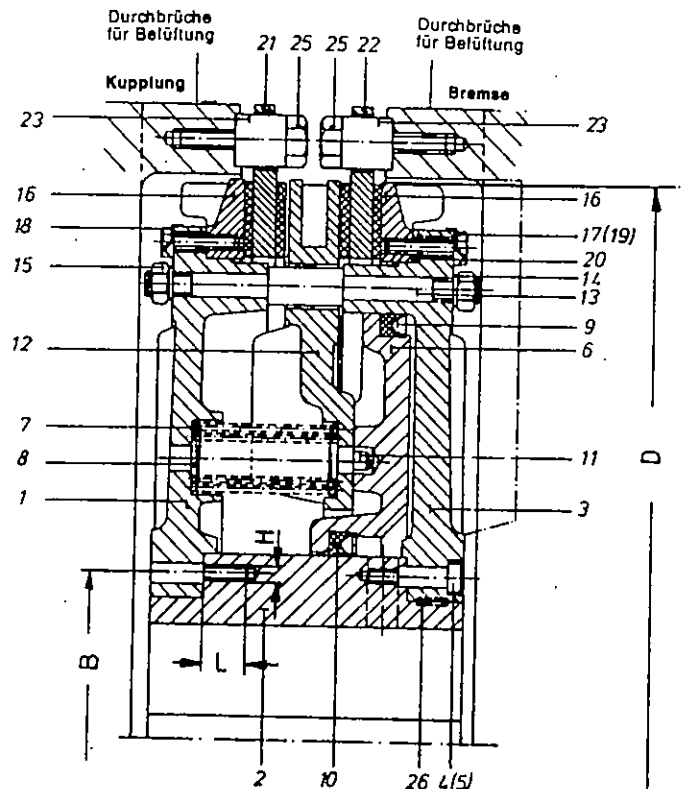

Abb. 1: Zwölfpunktbefestigung der Lamellen
2.1 Zwölfpunktbefestigung der Lamellen (Abb. 1) Baureihe 0-400-.49
a) **Bremslamelle (22):** Kupplung mit Luft beaufschlagen. Die geteilte Lamelle (22) radial einschieben. Hülsen (23) so einsetzen, daß sie in den Ansenkungen am Maschinenkörper zentriert werden. Selbstsichernde Sechskantschrauben (25) mit vorgeschriebenem Anziehdrehmoment MA (Tabelle 2) vorspannen. Zum Ein- und Ausbau der Sechskantschrauben (25) der Kupplungslamelle sind an der Bremslamelle (22) zwei Ausnehmungen vorgesehen.
b) **Kupplungslamelle (21):** Kupplung entlüften. Schwungrad bzw. Zahnrad so weit drehen, bis Befestigungsloch und Aussparung der Bremslamelle gegenüberliegen. Geteilte Lamelle (21) radial einschieben. Hülsen (23) einsetzen und Schrauben (25) mit vorgeschriebenem Anziehdrehmoment MA (Tabelle 2) anziehen. Schwungrad um jeweils 30° weiterdrehen bis alle 12 Hülsen (23) und Schrauben (25) befestigt